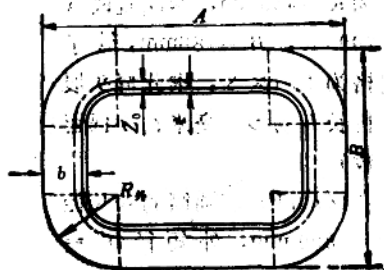

图 11
9. 求用角钢 $\angle b \times t$ 弯曲成如图 11 所示框架的理论展开料长(用字母表示)。